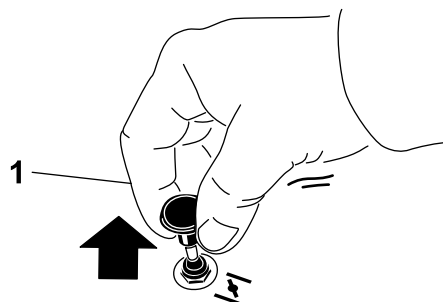

Figura 15
2. Tire hacia arriba del mando para engranar el estárter antes de usar el interruptor de encendido (Figura 15).
3. Presione hacia abajo el control del estárter para desactivar el estárter después de que el motor arranque (Figura 15).